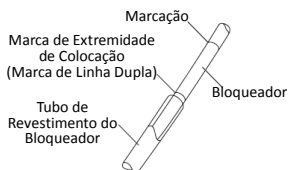

Fig.2
- Ao empurrar a ponta do bloqueador para fora do bolso do tubo endotraqueal, certifique-se de que empunha o eixo bloqueador próximo do tubo de revestimento do bloqueador (a área entre a marca da extremidade de colocação e a primeira marcação de profundidade, como mostrado na Fig. 2). Caso contrário, o eixo bloqueador pode dobrar ou quebrar.